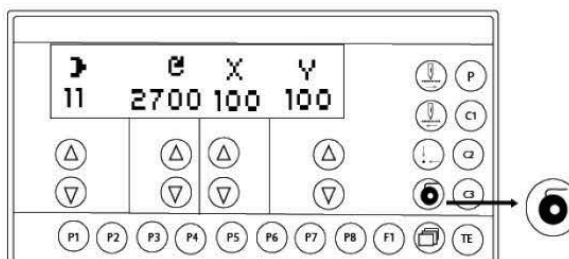

Figura 13
Pressionar a chave de enchimento (5) no painel de operações (Figura 13).